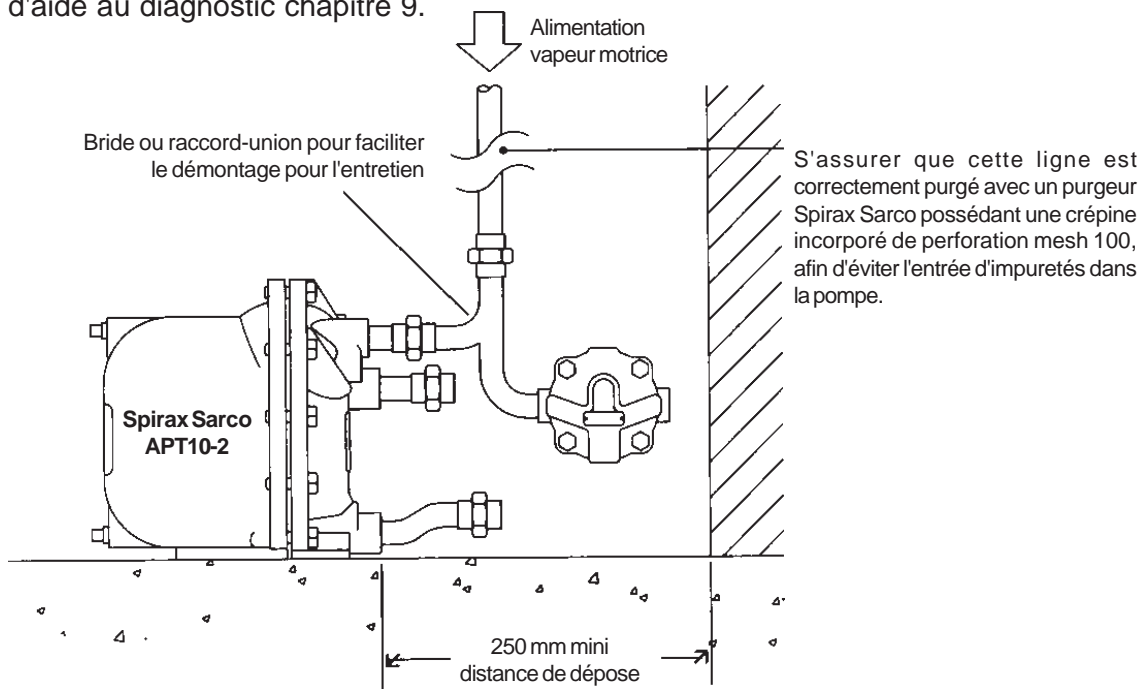

Fig. 4 Suggestion de raccorderment des lignes vapeur motrice et échappement.
3.3 Raccordements (Voir schéma d'installation Fig. 4)
4.1 Après avoir vérifier que les tuyauteries d'entrée et de sortie de condensat de vapeur motrice et d'échappement/équilibrage sont bien raccordées comme indiqué Fig. 4 et 5, ouvrir lentement la vapeur motrice. S'assurer que l'échappement/équilibrage est ouvert et qu'il n'y a pas de restriction.